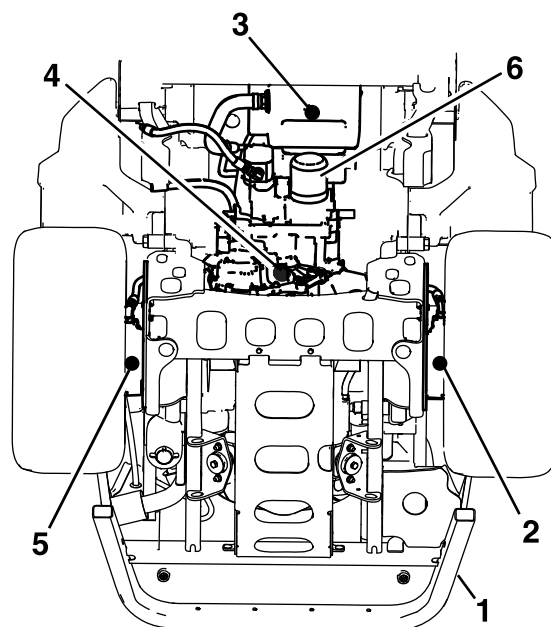

Figure 63
et les moteurs des roues gauche et droite (Figure 63).
5. Enlevez chaque bouchon de vidange et vidangez le liquide hydraulique (Figure 63).
6. Nettoyez la surface autour du filtre à huile hydraulique et retirez le filtre (Figure 63).